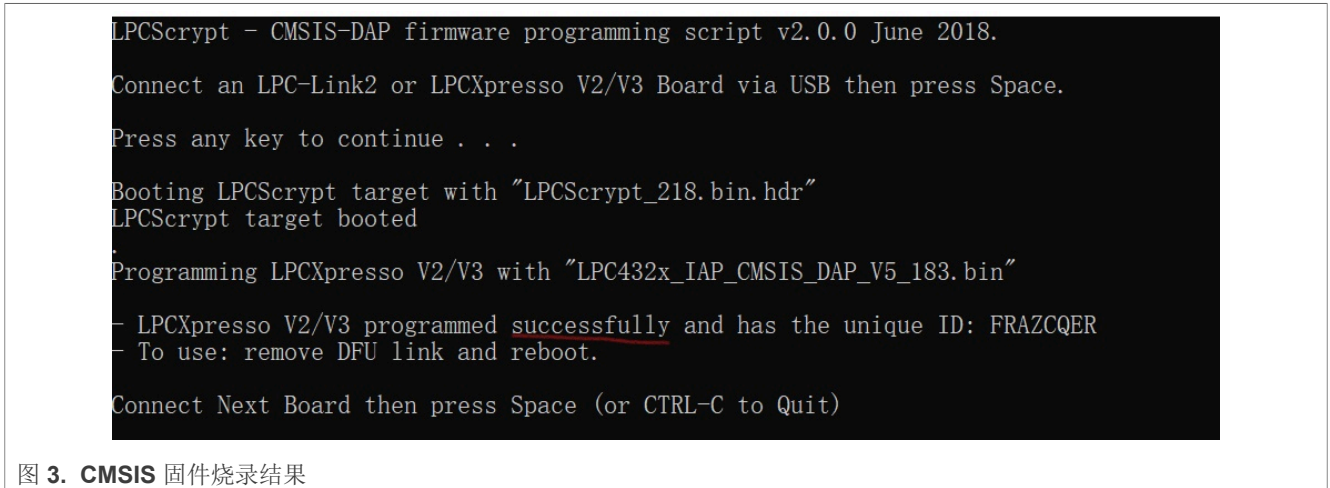

图 3. CMSIS 固件烧录结果
6. 如 图 3 所示，页面将显示更新成功的提示。接着，移除 J42 跳线帽后，重新给开发板上电。